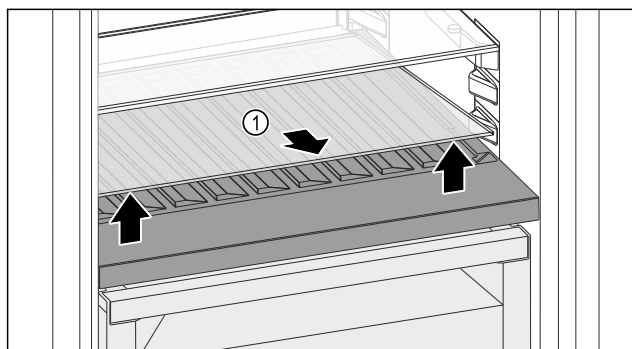

Fig. 120
- ▶ Skleněnou desku Fig. 120 (1) zvedněte za vybrání vpředu a vyjměte ji.
- ▶ Skleněnou desku Fig. 120 (1) uložte bezpečně mimo spotřebič.